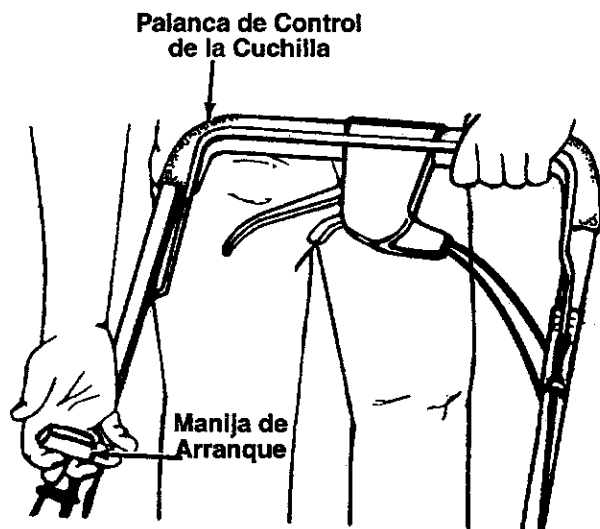

FIGURA 8.
- Sostenga la palanca de control de la cuchilla contra el mango superior. Vea la figura 8. Agarre la palanca de arranque y jale la cuerda lentamente hasta que el motor llegue al principio de su ciclo rotativo (al llegar a este punto, notará un poco de resistencia en la cuerda). Deje que la cuerda vuelva a la posición normal.